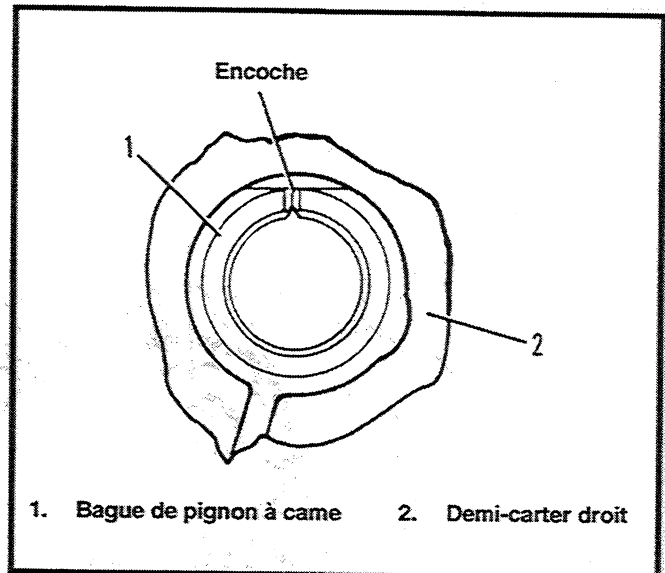

Figure 3-54. Bagues des pignons à cames montées dans le carter
1. Voir Figure 3-54. Chaque bague de pignon à came (1) devant être installée dans le demi-carter droit (2) doit être placée dans l'alésage du carter son encoche de graissage exactement au sommet de l'alésage (midi).
- Séparez les deux moitiés du carter si ce n'est pas encore fait. Placez le demi-carter droit sur une surface plane le boîtier de distribution vers le haut. Orientez les bagues à aléser comme le montre la Figure 3-54.